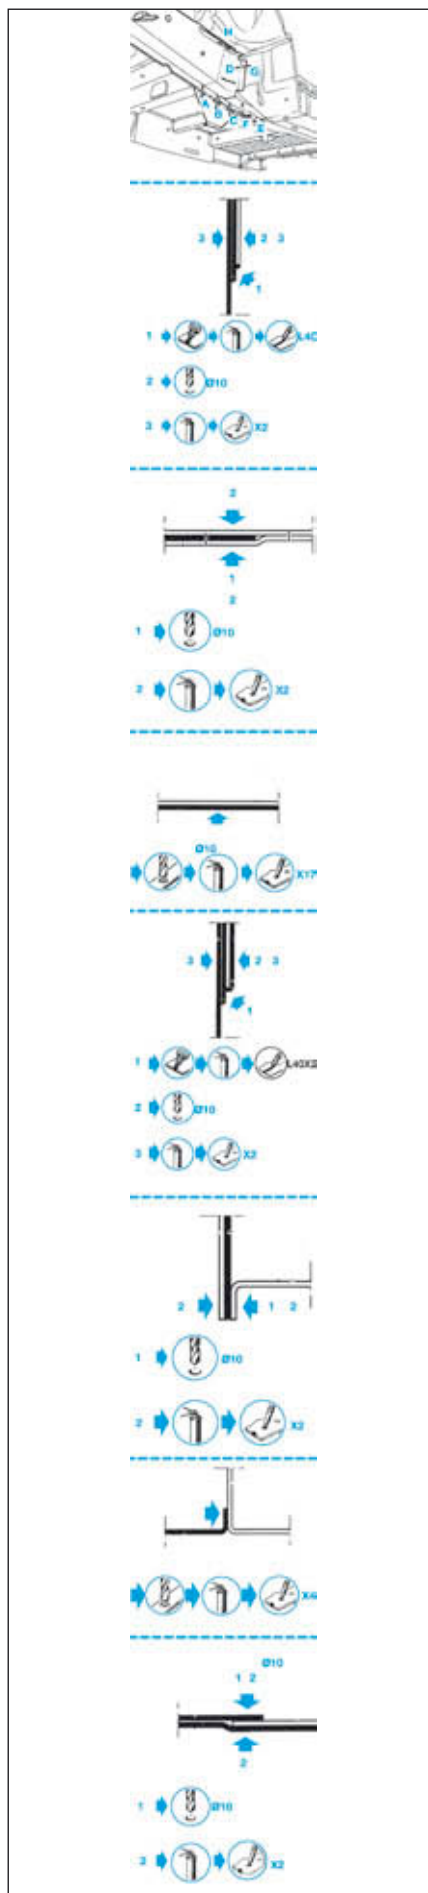

FIG.9
- Fraiser et dépointer les soudures du longeron avant (Fig.9), (Fig.10) et (Fig.11).
- Tracer puis percer au Ø 8 mm pour soudage ultérieur par points bouchons (Fig.9), (Fig.10) et (Fig.11).
- Souder cordon et points MIG (Fig.9), (Fig.10) et (Fig.11).
- Appliquer une couche d'impression phosphatante sur les zones mises à nu (Fig.9), (Fig.10) et (Fig.11).